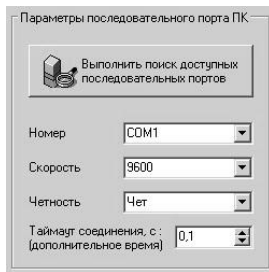

Рисунок 7 – Окно «Параметры последовательного порта ПК»
7.4.4 В разделе «Параметры последовательного порта ПК» (рисунок 7) нужно выбрать параметры связи. Кнопка «Выполнить поиск доступных последовательных портов» выполнит поиск всех доступных последовательных портов на ПК и отобразит в выпадающем списке в строке «Номер».